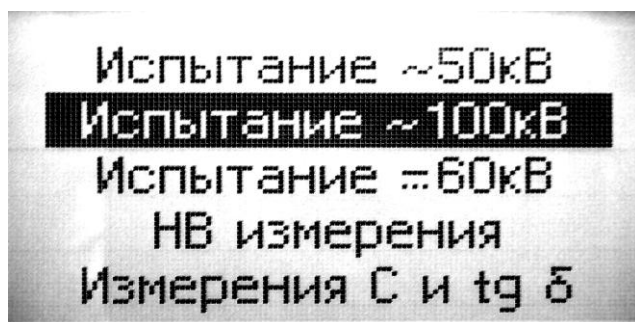

Рис. 7.
6.4.6. Нажимая кнопки «▲» или «▼» блока управления установить курсор на строку меню «Испытание ~ 100кВ». (рис. 7)